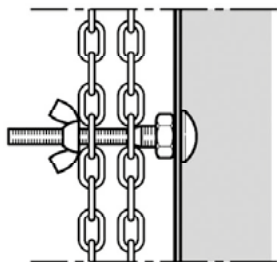

Рисунок 8
- Во избежание защемления цепи ручного управления при движении ворот, а также, чтобы не создавать помех движению людей и оборудования, нижняя часть цепи должна быть зафиксирована (рис. 8) на высоте  $\sim 1,5$  м.